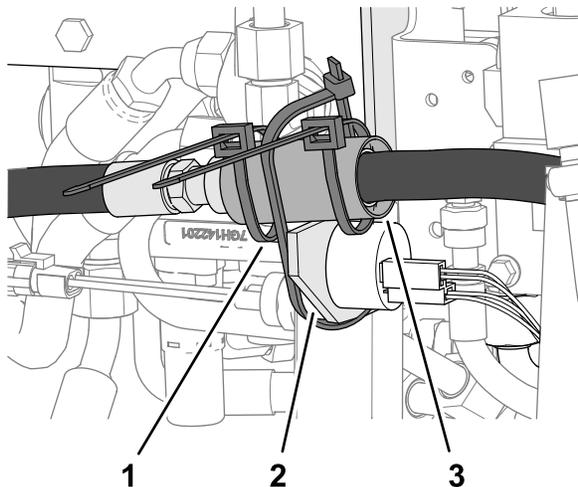

Рисунок 27
5. Наденьте на прямые штуцеры 2 шлангов защитный рукав шланга и закрепите защитный рукав на штуцерах 2 кабельными стяжками (Рисунок 27).
6. Прикрепите защитный рукав и шланги к кронштейну клапана, как показано на Рисунок 27.